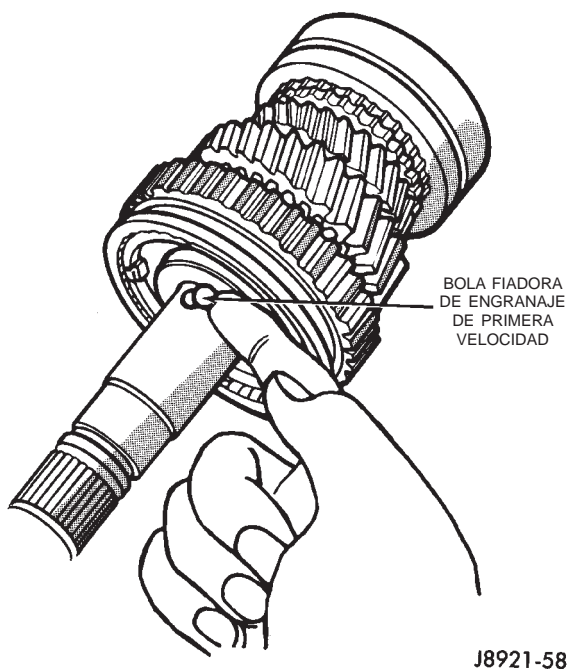

Fig. 111 Instalación de bola fiadora de pista de rodamiento interior de cojinete de engranaje de primera velocidad
(16) Instale el anillo sincronizador del engranaje de primera velocidad dentro del sincronizador de 1-2.
(17) Instale la bola fiadora de la pista de rodamiento interior del cojinete del engranaje de primera velocidad en el eje transmisor (Fig. 111).